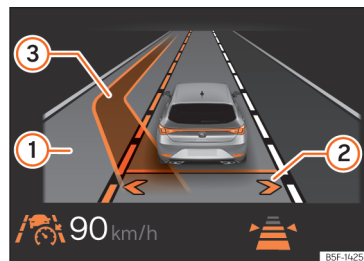

Fig. 148 No ecrã do painel de instrumentos: visualização da mudança de faixa de rodagem assistida (representação esquemática).
Desta forma, ativa-se a mudança de faixa de rodagem assistida. As setas da sua própria faixa no ecrã do painel de instrumentos mostram-se em cinzento »» **Fig. 148** ②